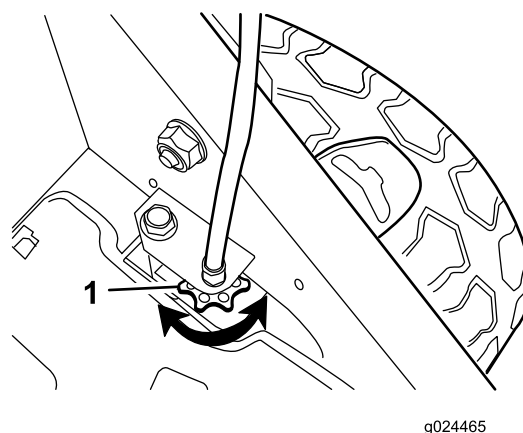

Figura 22
- Se as rodas não rodarem quando engata a barra de transmissão autopropulsora, a correia de tração está solta. Rode o manípulo de controlo da transmissão das rodas (Figura 22) uma volta para a direita e repita os passos 3 a 5.
de controlo da transmissão das rodas (Figura 22) uma volta para a esquerda e repita os passos 3 a 5.